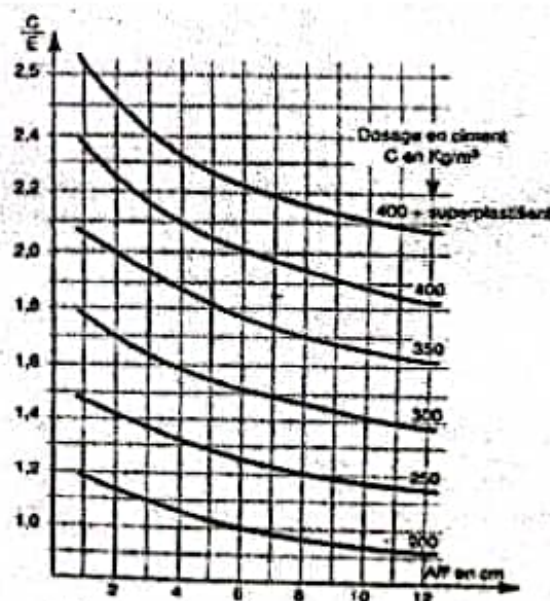

Figure 1 : Abaque permettant d'évaluer approximativement le dosage en ciment
- L'abaque permettant d'évaluer le dosage en ciment « C » est donné par la Figure 1.